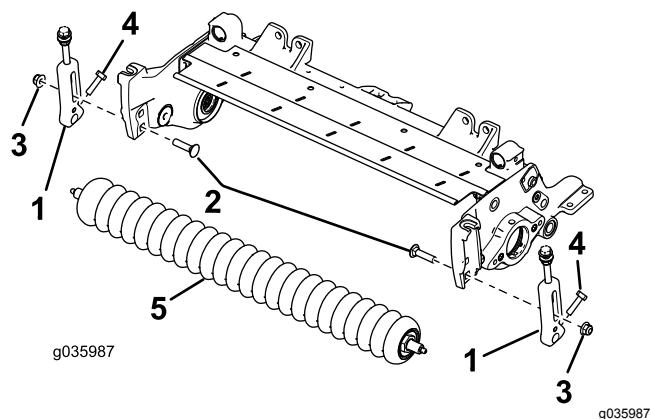

Figure 2
- Desserrez les vis qui fixent les supports de hauteur de coupe à l'arbre du rouleau avant (Figure 2).
- Déposez les supports de hauteur de coupe et le rouleau avant existants des plaques latérales de l'unité de coupe (Figure 2).
- Retirez les boulons de carrosserie et les contre-écrous qui fixent les supports de hauteur de coupe aux plaques latérales de l'unité de coupe (Figure 2).